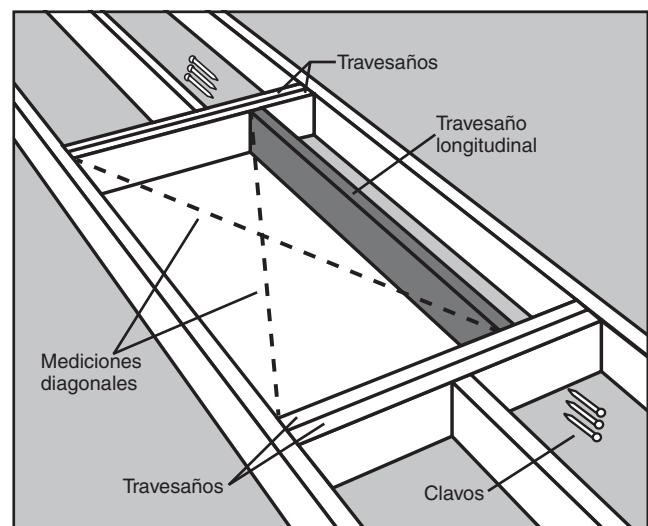

FIGURA 18
PASO 4. Posicione el travesaño(s) longitudinal a lo largo del lado(s) sin marco de su ubicación (Vea la Figura 18). Verifique que las dimensiones interiores del marco son 22-1/2" x 54" (WH2208 y WH2210), 25" x 54" (WH2508 y WH2510) ó 30-1/2" x 54" (WH3008 y WH3010).
PASO 5. Para sujetar el travesaño(s) longitudinal a los travesaños, utilice clavos que sean lo suficientemente largos para atravesar ambos travesaños y dentro del travesaño longitudinal en al menos 1 pulgada. Coloque en ángulo recto el travesaño(s) longitudinal en los travesaños, en un extremo, y clave (3) clavos 16d a través de los travesaños y dentro del travesaño longitudinal.
Revise en cuanto a ángulo recto, luego clave el otro extremo. Revise la abertura preliminar en cuanto a ángulo recto midiendo transversalmente las diagonales. **Las dos mediciones no deben diferir en más de 1/8"** para considerarse en ángulo recto (Véase la Figura 18).